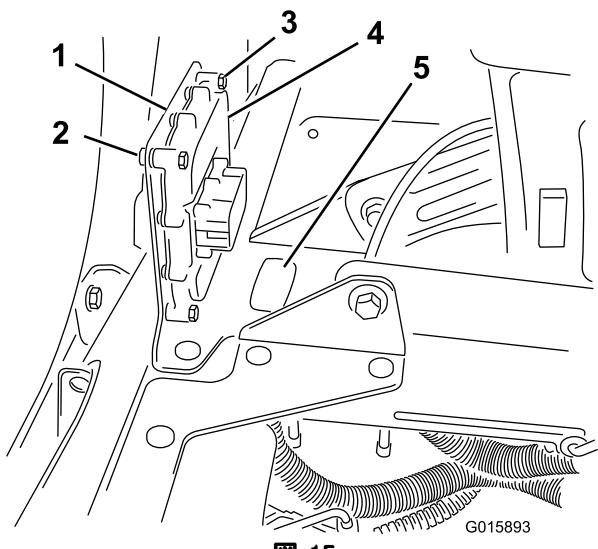

図 15
- 打ち抜き用プラグを打ち抜いて外す (図 15)。
- 機体の座席フレームに (二つの座席の間の後部、すでに金具がついている) ブラケットを取り付ける (図 15)。